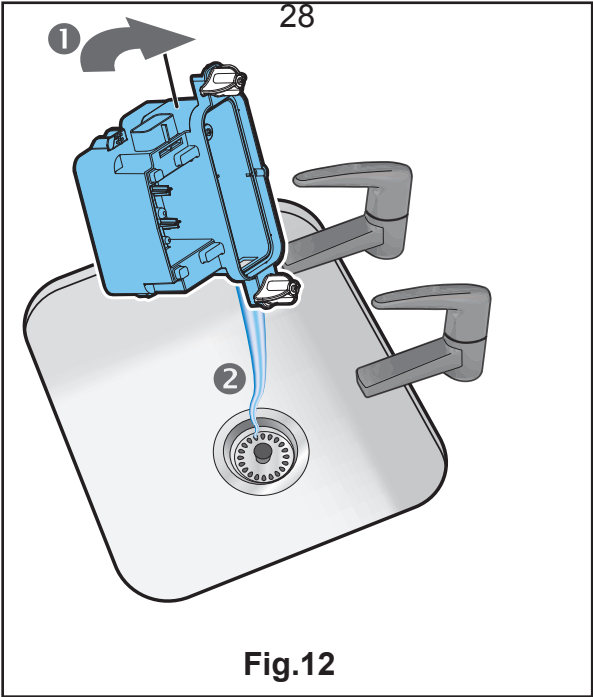

Fig.12
8. Inclínelo cuidadosamente, como se muestra, para que el líquido salga del sumidero. (Vea la Fig. 12)